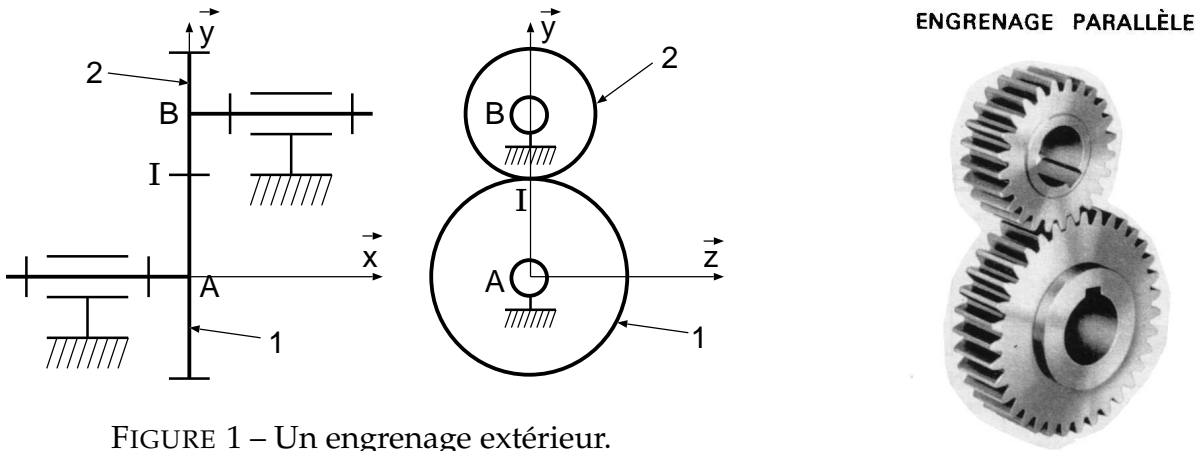

FIGURE 1 – Un engrenage extérieur.
1. On étudie la cinématique d'un engrenage extérieur à axes fixes (fig. 1). 1 et 2 sont deux pignons roulant sans glisser l'un sur l'autre en  $I$ . Donner les torseurs cinématiques de  $1/0$  et  $2/0$  en notant  $\omega_1$  et  $\omega_2$  les vitesses de rotation.